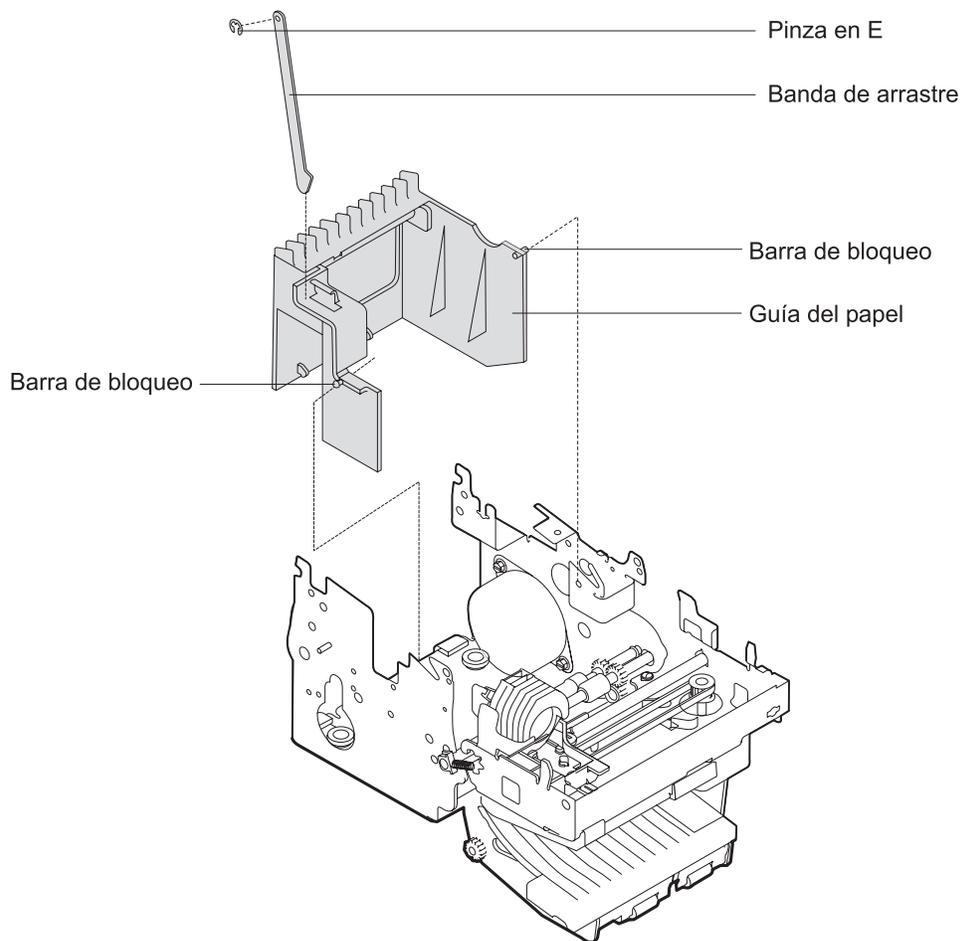

Figura 4-46. Extracción de la banda de arrastre
3. Extraiga la pinza en E y desconecte la banda de arrastre del eje del cabezal de impresión. Consulte la Figura 4-46 en la página 4-58.